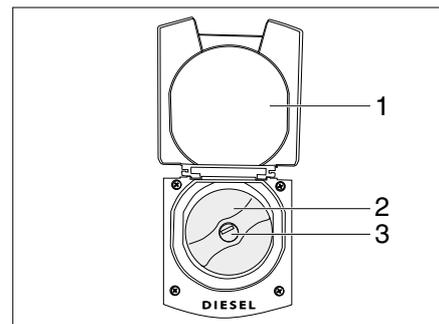

Bild 33 Geöffnete Verschlussklappe mit Kraftstoff-Einfüllstutzen
- Verschlussklappe (Bild 33,1) schließen.